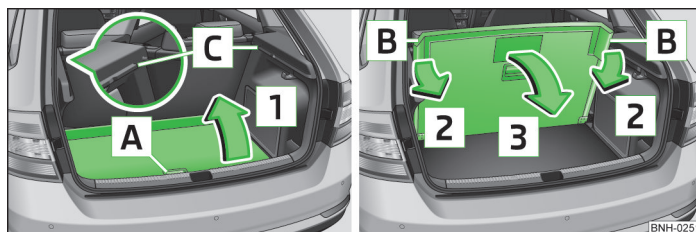

Abb. 74 Parkstellung einstellen / von der Parkstellung aus herunterklappen
- Den variablen Ladeboden am Griff **[A]** » Abb. 74 fassen.
- Auf die klappbaren Ecken **[B]** » Abb. 74 auf den beiden Seiten des variablen Ladebodens in Pfeilrichtung **[2]** drücken und diese von den Positionen **[C]** abnehmen.